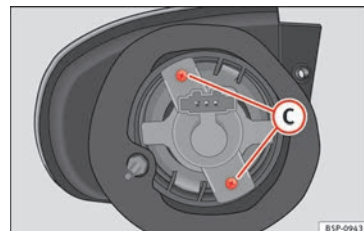

Fig. 186 Indicatore di direzione
- Svitare le viti » **fig. 186 C** dei portalampade e tirare.
- Rimuovere le viti » **fig. 186 C** dei portalampade e tirare.